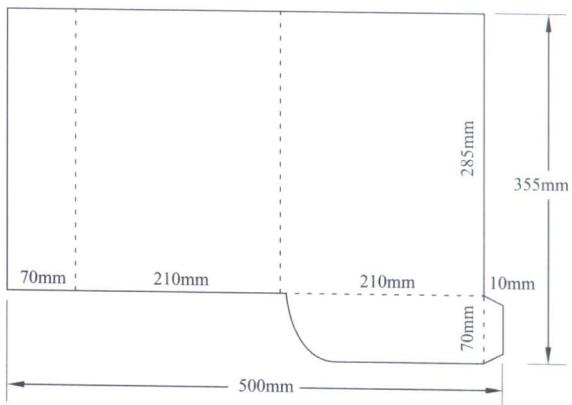

图1-3 根据业务传递单画出的草图
3. 展开尺寸：很多印刷品是折叠的，折叠以前的尺寸就是展开尺寸。根据刚才做的模型，这个封套的展开尺寸是 $500\text{mm} \times 355\text{mm}$ ，如图1-3所示。